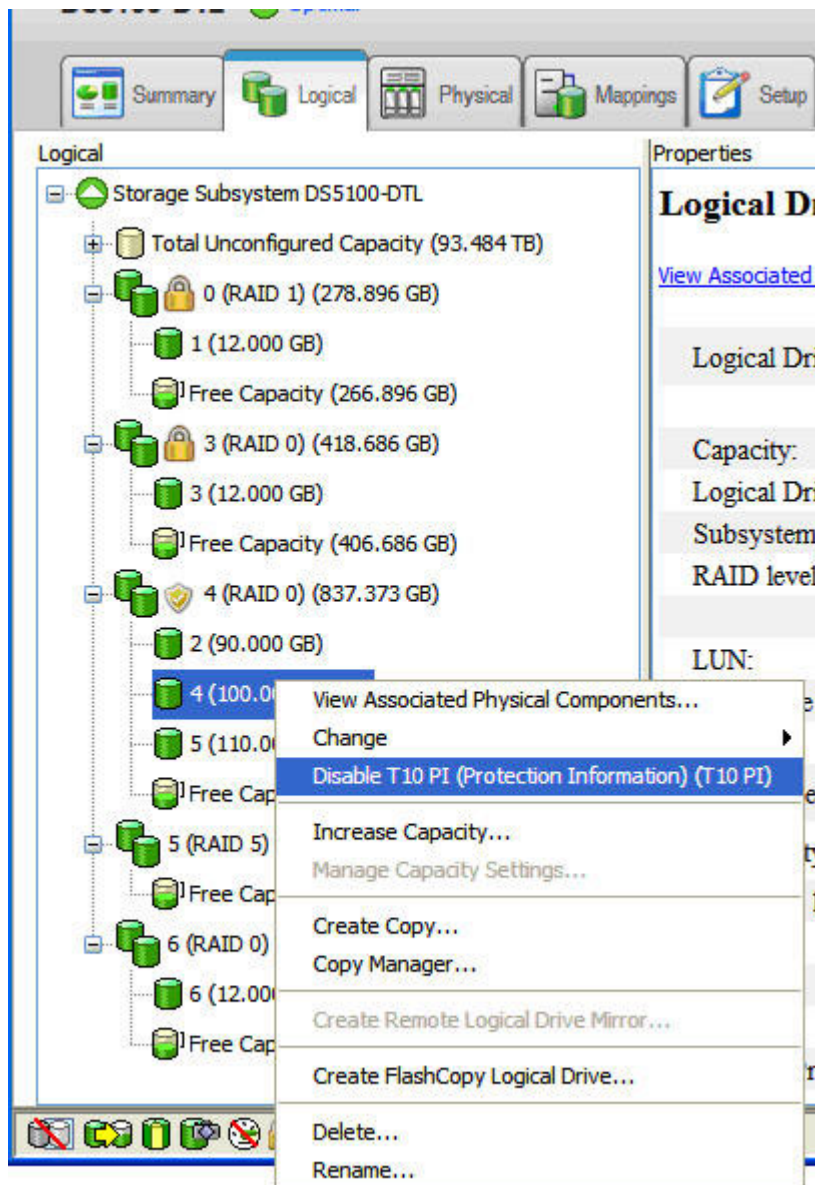

Figura 7. Inhabilitación de T10PI
- Pulse con el botón derecho en la unidad cuya capacidad T10PI va a deshabilitar y seleccione **Deshabilitar T10PI (Información de protección) (T10PI)** como se muestra en Figura 7 en la página 65.